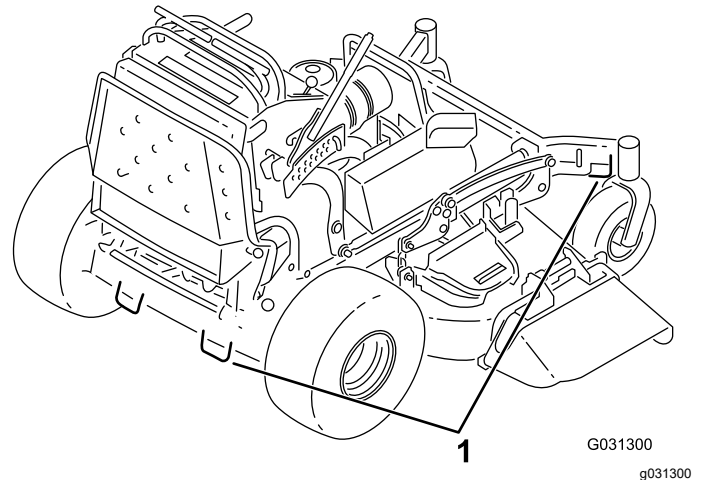

図 32
- 前キャストホイールおよび後部バンパーを利用して機体をロープやチェーンなどで固定する図 32。ロープ掛けや積荷固定については各地域の法令などに従ってください。